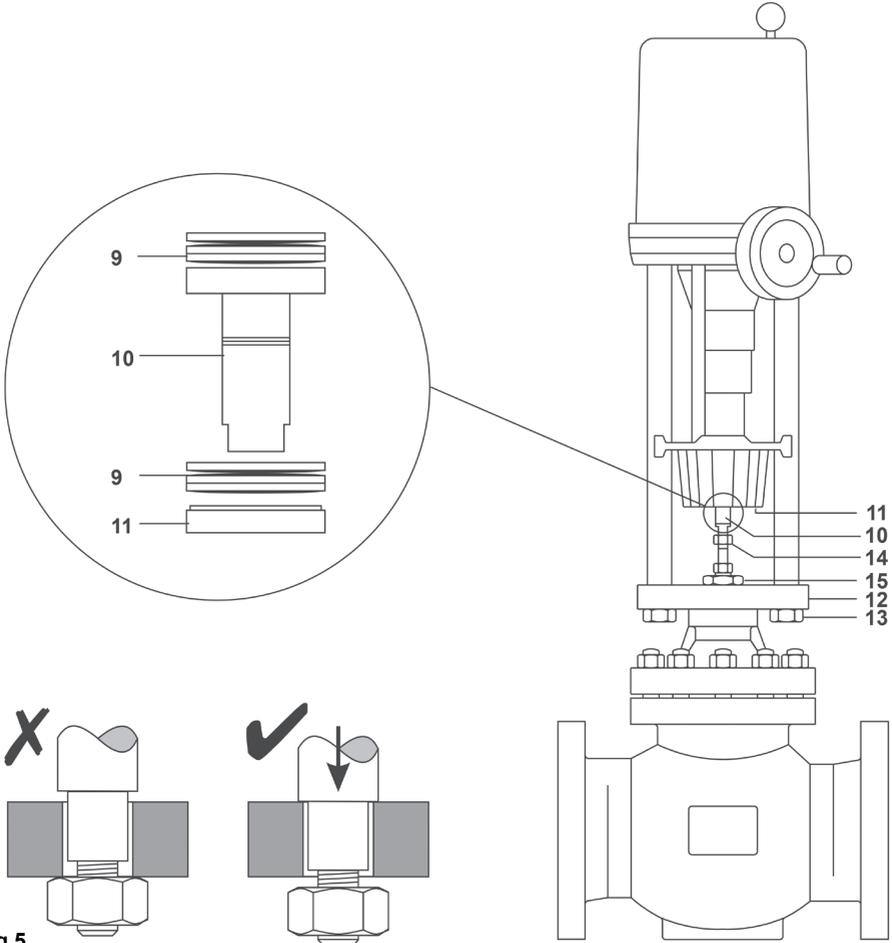

Fig.5
Nell'unità sono presenti 2 set di 3 molle a tazza, che devono essere assemblate nell'ordine corretto; il lato convesso di una molla deve essere montata sul lato convesso della molla successiva. Viceversa, il lato concavo della molla deve essere assemblato sul lato concavo della molla successiva. Inserire il primo set di molle (9, vedi fig. 5) all'interno dell'adattatore di montaggio dell'attuatore. Dopodiché spingere l'adattatore della valvola (10) entro l'elemento di montaggio dell'attuatore in modo che le molle siano spinte in alto verso l'apice. Spingere manualmente il secondo set di molle a disco (9) sul dado dell'adattatore (11) all'interno dell'attuatore. Il dado deve essere avvitato finché l'adattatore non sia tenuto saldamente all'interno dell'attuatore, ma non talmente stretto da non poter permettere la rotazione dell'adattatore.
E' importante che, mentre si compie il serraggio manuale del dado si fissaggio, l'otturatore della valvola non deve essere entro la sua sede. Assicurarsi che un anello di demarcazione sporga circa 1 mm sotto la ghiera di fissaggio (11) come mostrato nell'ingrandimento di Fig. 5